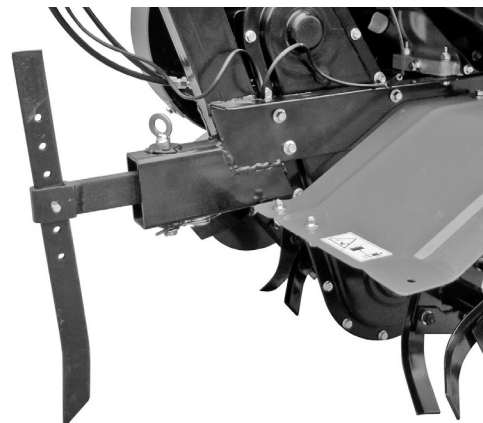

Figure 6
- Réglez la profondeur en ajustant la profondeur de la direction du patin. En particulier, l'abaissement du levier augmente la profondeur de travail du sol, tandis que l'élévation du levier diminue la profondeur de travail. (Voir Fig. 6).